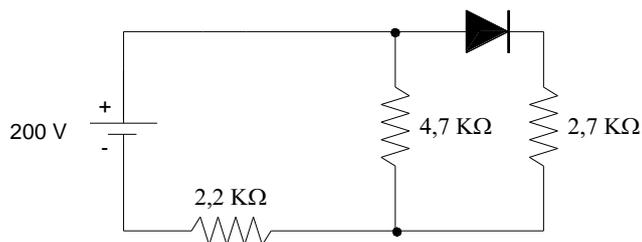

Figura 4 – Questão 9.
9. Seja o retificador mostrado na Figura 4. Considere o diodo ideal.